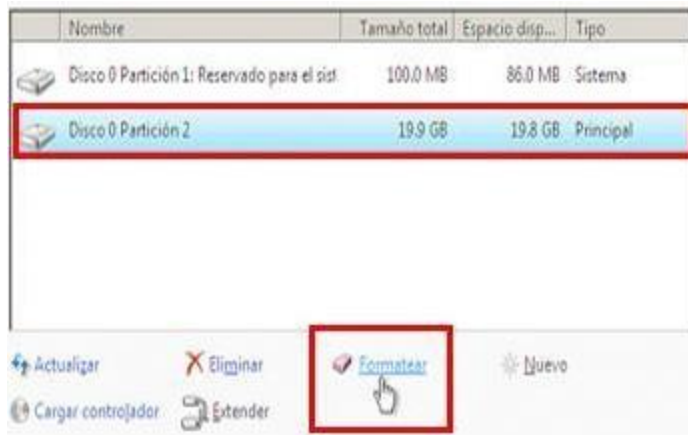

FIGURA 21 VENTANA DE CONFIGURACIÓN DE PARTICIONES
- Una vez creada la partición secundaria (Unidad D), haz clic en 'Formatear' (Figura 21).